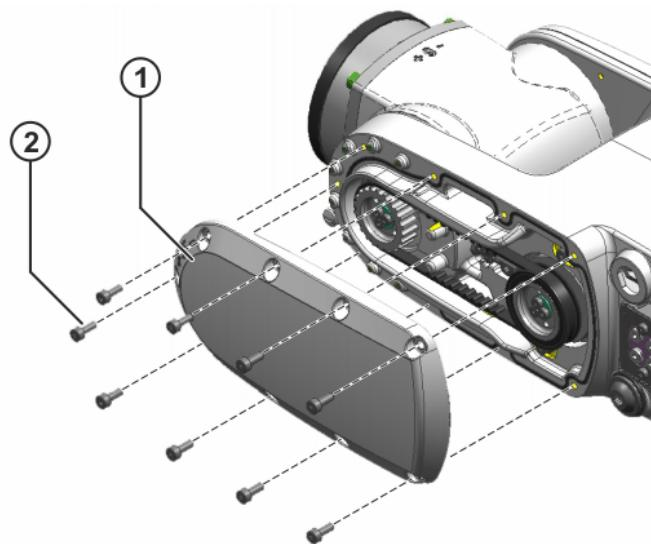

Abb. 9-8: Deckel A5 riemenseitig
- 9 Innensechskantschrauben M4x10-8.8 am Deckel A5 riemenseitig herausdrehen (>>> Abb. 9-8).